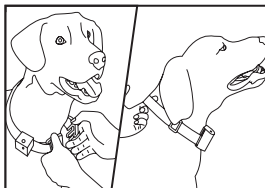

Fig. 6
- » Laat altijd een vingerruimte tussen de halsband en de hals (Fig. 6).